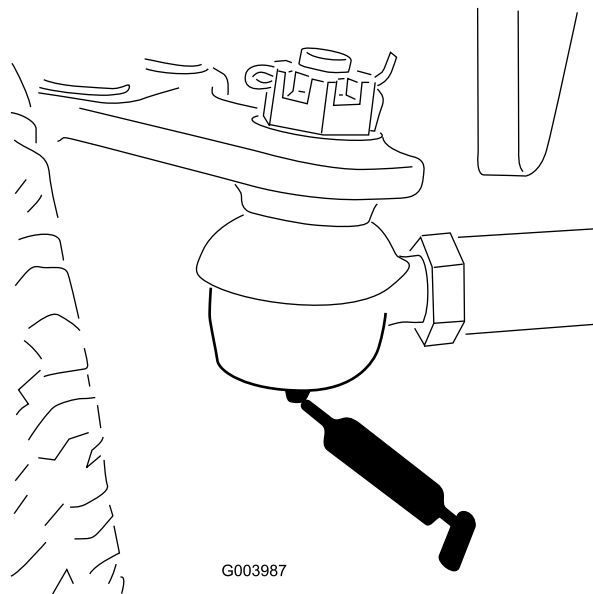

Figura 66
- Barra de ligação do eixo traseiro (2) (Figura 66)